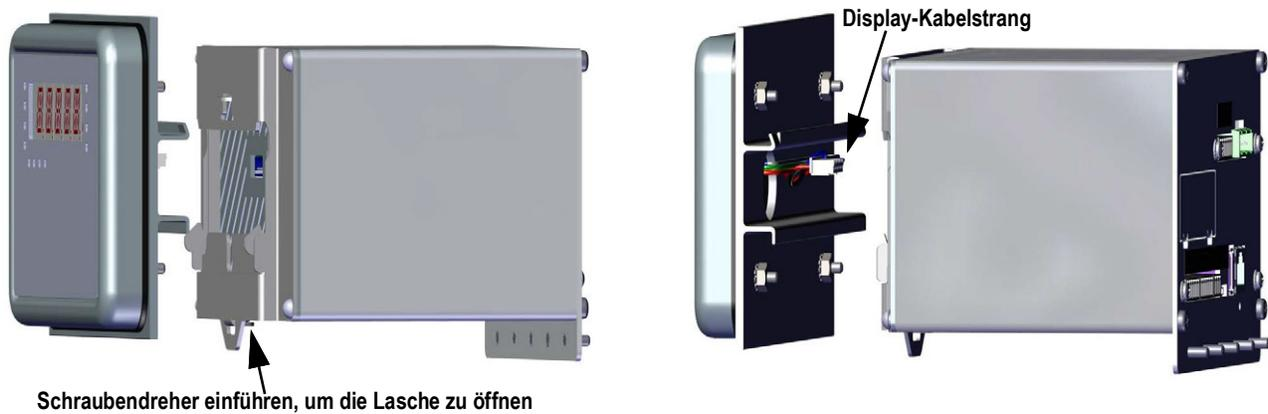

Abbildung 2-4. Einbau des Controllers
6. Den Controller wie in Abbildung 2-4 gezeigt an der DIN-Schiene einhaken.